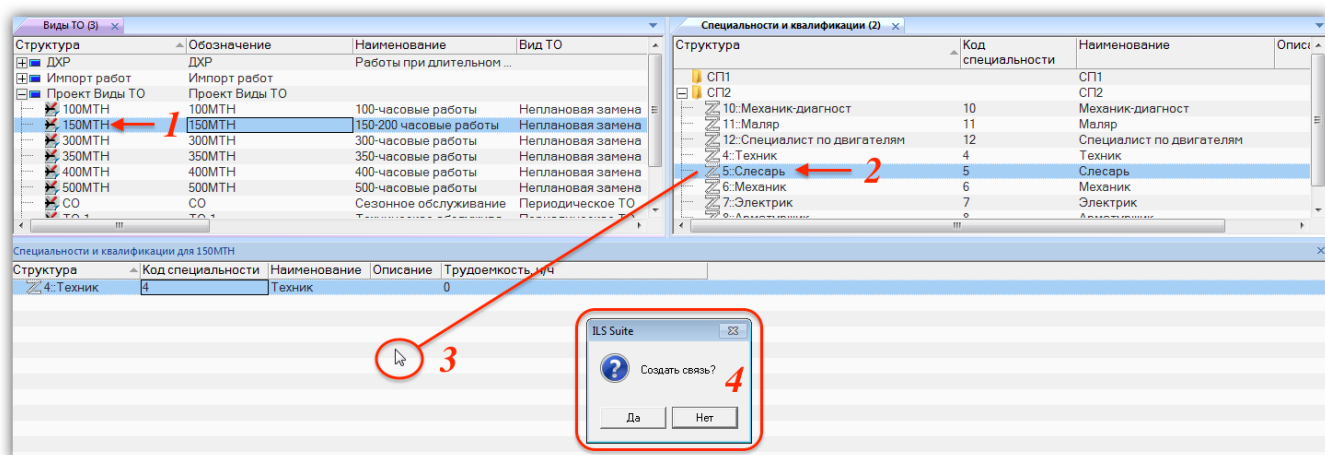

Рис. 9-100 – Переместить специальность в связанное окно для вида ТО
- 3) Переместить вид ТО из справочника «Специальности и квалификации» в окно связанных объектов «Специальности и квалификации» для выбранного вида ТО (1–3 на рис. 9-100).
4) В открывшемся диалоговом окне нажать кнопку «Да» для установления связи между специальностью и видом ТО (4 на рис. 9-100). В связанном окне «Специальности и квалификации» для вида ТО отображается список связанных с ним специальностей.